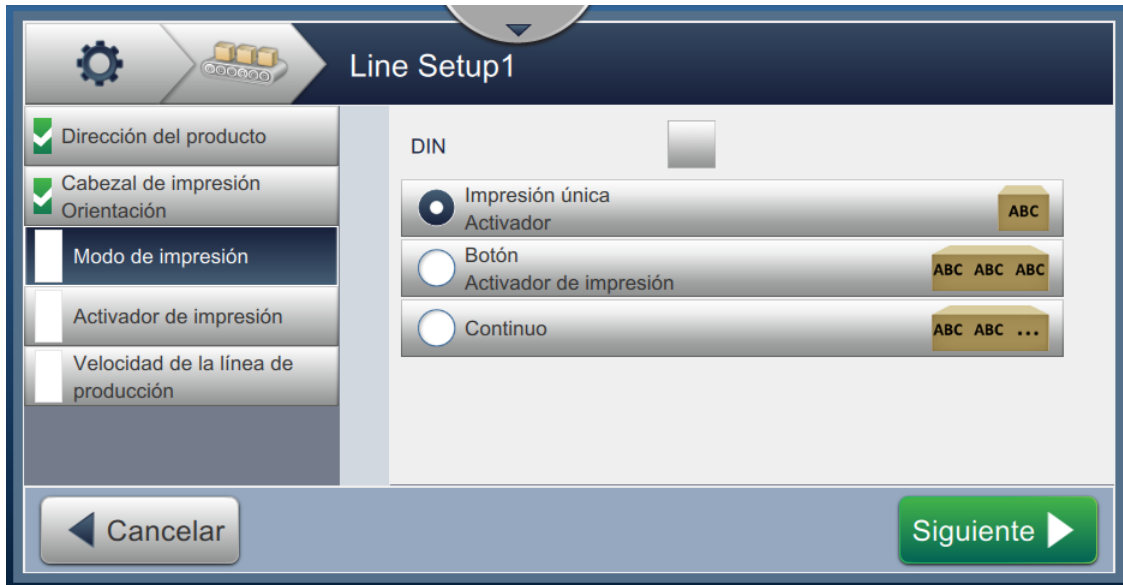

Figura 6-30. Modo de impresión: Botón Activador de impresión (múltiple)
2. Cambie los parámetros en la pantalla de configuración y pulse el botón para configurar el modo, como se muestra en la Figura 6-30.